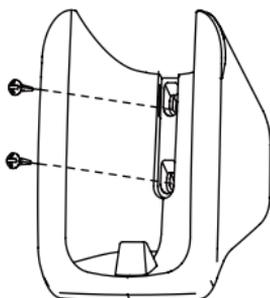

Рисунок 2.3
1) Винтами (принадлежности) зафиксируйте и закрепите держатель пульта ДУ в устойчивом положении (см. Рисунок 2.3); Обязательно ознакомьтесь с разделом «1. Техника безопасности при монтаже» при определении места для монтажа.